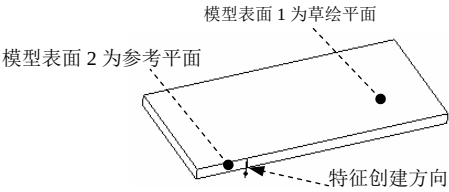
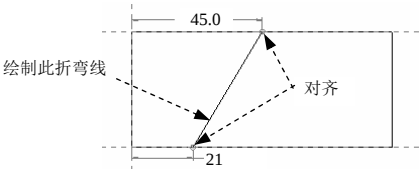

图 11.3.5 定义草绘平面
图 11.3.6 绘制折弯线
Step4. 绘制折弯线。单击 **折弯线** 按钮，选取图 11.3.5 所示的模型表面 1 为草绘平面，单击该界面中的 **草绘...** 按钮，在弹出的“参考”对话框中选取图 11.3.5 所示模型表面 2 以及对侧的面为参考平面，再单击对话框中的 **关闭(C)** 按钮；进入草绘环境后，绘制图 11.3.6 所示的折弯线。